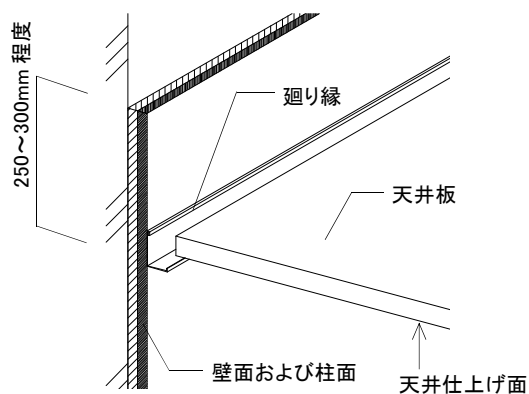

図2-3-1 壁面の仕上がり高さ
① 壁面が天井仕上面より250～300mm程度上方まで仕上げてあることを確認する。(図2-3-1参照)